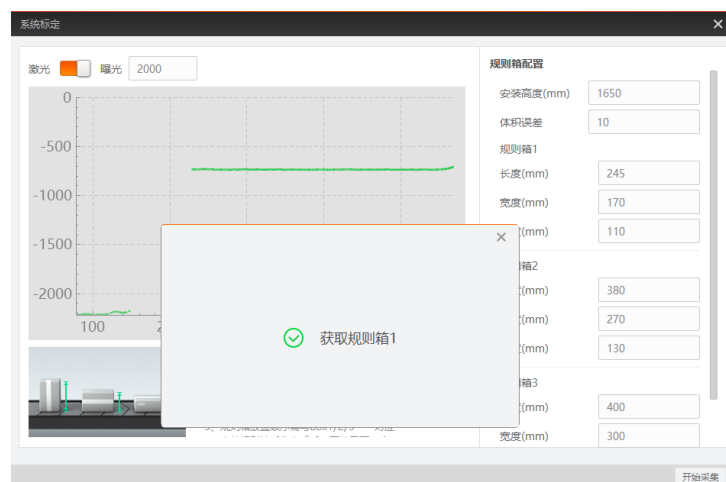

图3-18 获取规则箱提示
6. 点击“开始采集”，界面会弹出“获取规则箱 1”的提示，如图3-18所示，此时将 Box1 对应的规则箱放置在传送带上通过设备下方，采集完成后界面提示框会变成“获取规则箱 2”，此时再将 Box2 对应的规则箱通过传送带。同理对剩余规则箱进行采集。